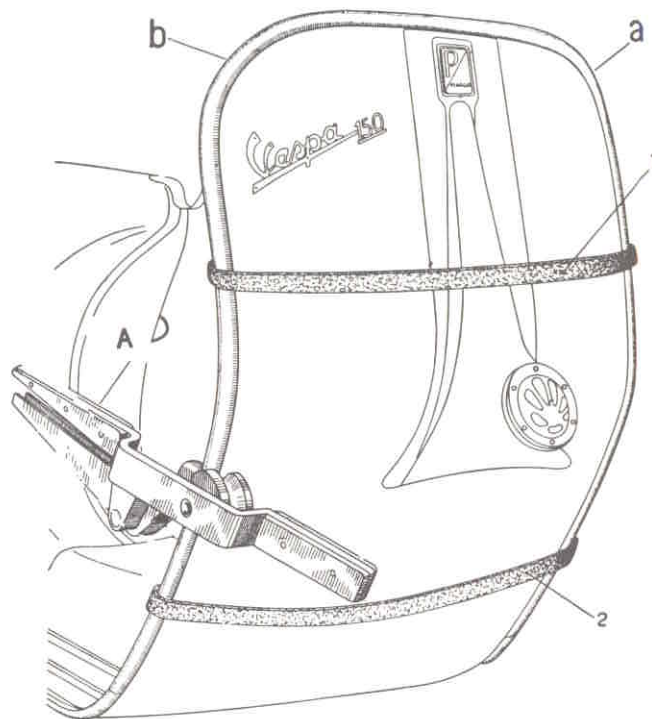

Fig. 62
- Block the beading in position using rubber bands or straps as indicated in fig. 62.
- Using T.0023590 (tool « A » indicated in fig.) start rolling the beading from the points « a » to « b » (see fig.). Remove the strap (1) and then continue the rolling operation up to the strap (2).
- Remove the strap (2) and complete the rolling operation. If the beading should present wrinkles or it is not adhering perfectly to the windshield, adjust by first using the rubber mallet on the effected zones and then using the tool T.0023590 roll over again where necessary.
- Apretar con fuerza el borde mediante cintas como se ilustra en la fig. 62.
- Con el útil T.0023590, indicar el curvado de la zona superior de la dirección, partiendo de « a » hasta « b » (ver figura). Quitar luego la ligadura (1). Proseguir el curvado de las partes hasta la cinta (2).
- Quitar la cinta (2) y completar el curvado. Si se presentaran a lo ancho del borde pequeñas ondulaciones y no hubiese una perfecta adherencia al escudo en algún punto, actuar sobre dicha zona con el martillo de goma y pasar nuevamente el útil n. T.0023590.